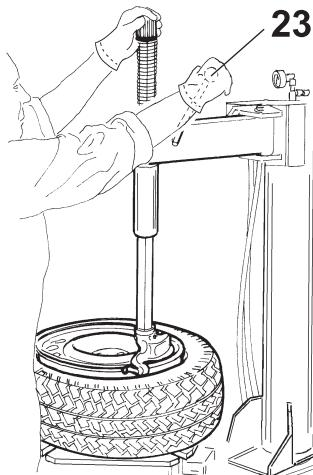

Fig.13a
Immobiliser le mouvement vertical de la tête avec le levier (23) (Fig. 13a).